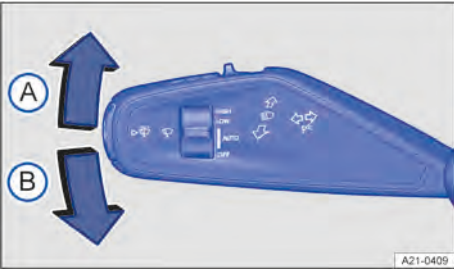

Fig. 77 Na coluna de direção à esquerda: alavanca dos indicadores de direção e do farol alto e alavanca dos limpadores dos vidros.
- Mover a alavanca da posição central para a posição desejada → Fig. 77.